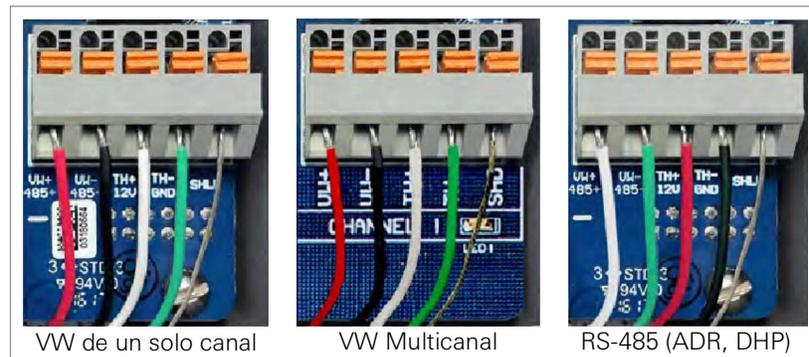

FIGURA 17: Conexiones del terminal
3. Conecte los cables al bloque de terminales al mantener presionada una pestaña naranja, insertar el cable y luego soltar la pestaña. El orden de cableado se muestra desde la Tabla 8 a la 9 y en la Figura 17.